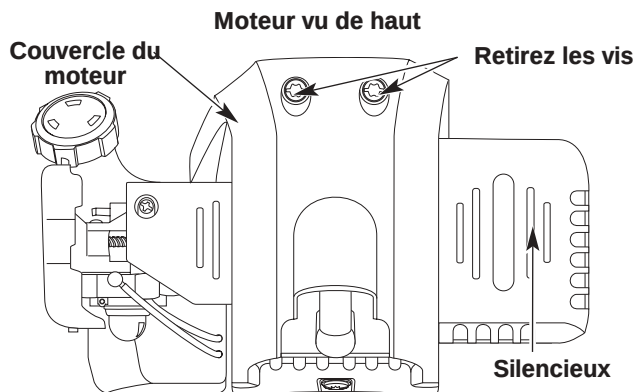

Fig. 51
2. Enlevez les deux vis (2) du haut du couvercle du moteur à l'aide d'un tournevis à lame plate ou T-25 Torx (Fig. 51).
6. Déposez le couvercle du moteur (Fig. 51).